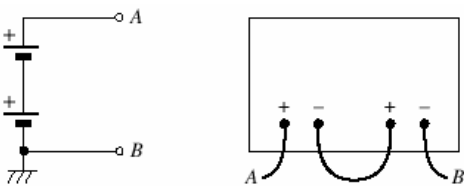

Fig. S10.
**Collegamento serie.** In alcuni casi può essere necessario collegare in serie due alimentatori, per raggiungere ad esempio tensioni più elevate. In fig. S10 è illustrato il collegamento realizzato facendo uso di un alimentatore doppio.